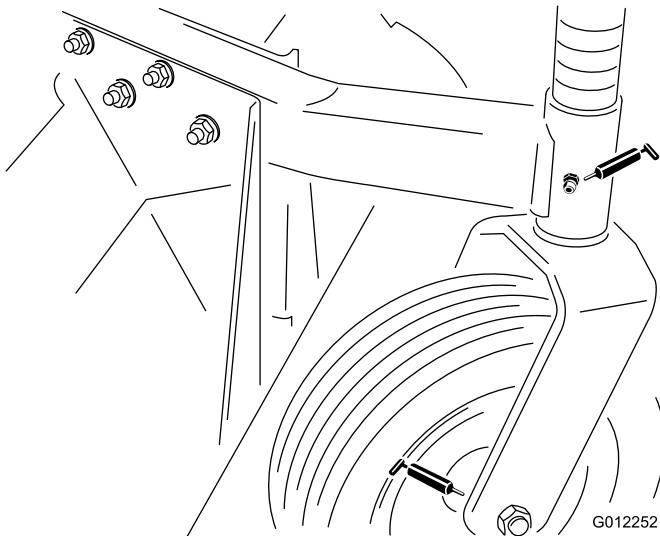

Figura 17
- boccole dei fuselli delle ruote - 1 ciascuno (Figura 17)
- Cuscinetti ruota orientabile - 1 ciascuno (Figura 17)